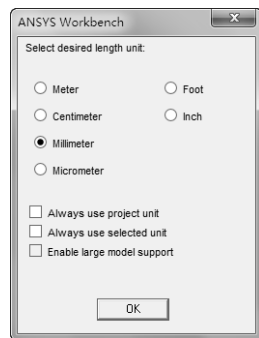

图 11-71 【ANSYS Workbench】对话框
3) 双击项目 A 中的 A2 栏的【Geometry】项，此时会进入到 DesignModeler 界面，并弹出【ANSYS Workbench】对话框，选择【Millimeter】单选按钮设置 mm 单位，如图 11-71 所示。